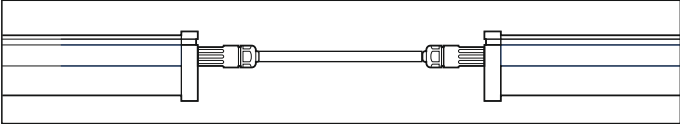

Рис. 1
- 5.8 Осветительные приборы по умолчанию оснащены сквозной проводкой для подключения в линию (рис. 1), а также герметичными наружными разъемами для быстрого подключения кабеля. Разъемы оснащены заглушками, поддерживающими герметичность. Заглушку перед подключением кабеля к разъему необходимо удалить. **Внимание!** В случае отсутствия подключения кабеля к разъему необходимо убедиться, что заглушка установлена. В противном случае герметичность разъема будет нарушена. Максимальное количество осветительных приборов для подключения в линию: для 36 Вт – до 25 шт. в линию; для 50 Вт – до 20 шт. в линию **Внимание!** Соединительный кабель в комплект не входит.